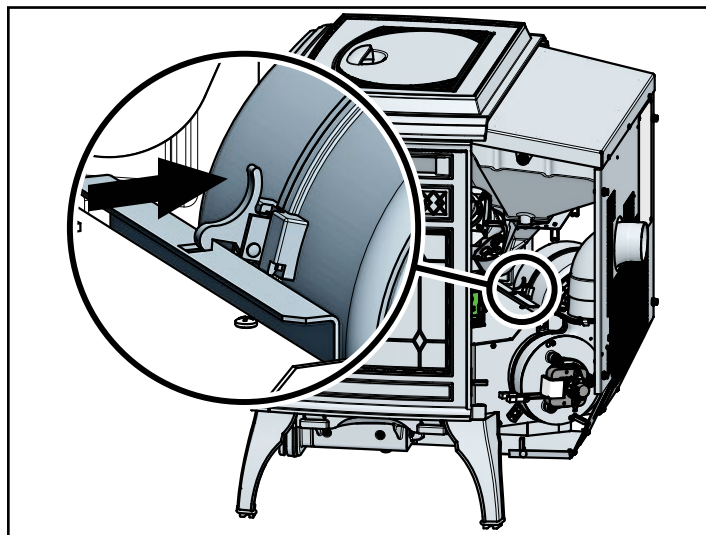

Figure 21.2
4. Passez la main derrière le ventilateur et libérez l'attache en poussant le haut de l'attache en direction du ventilateur. **Figure 21.2**
8. Une fois le ventilateur correctement positionné, l'attache s'engage dans l'encoche pour le maintenir en place. **Figure 21.2**